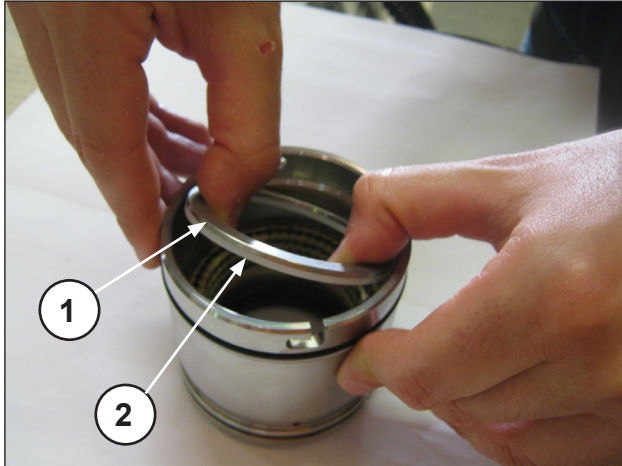
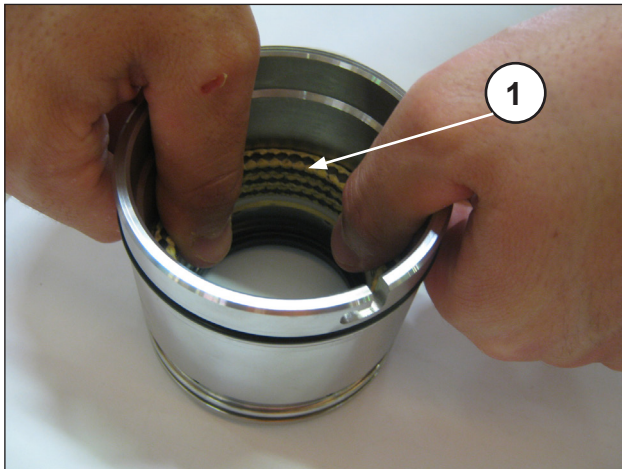

Fig. 162
Fig. 163
Separe o suporte das juntas da camisa, retire o anel para mola e o anel de raspagem (pos. ① ②, Fig. 162) para ter acesso às juntas de pressão (pos. ①, Fig. 163).